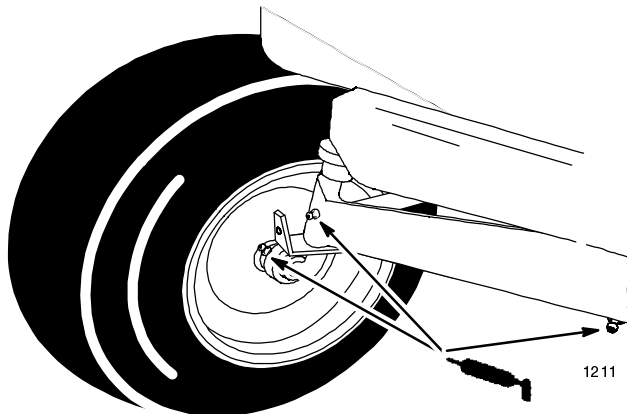

Bild 25
1. Fetten Sie die Vorderräder und Lenkspindeln, bis das Fett beginnt, aus den Lagern auszutreten (Bild 25).
2. Fetten Sie das Gelenk an der Vorderachse (Bild 25).